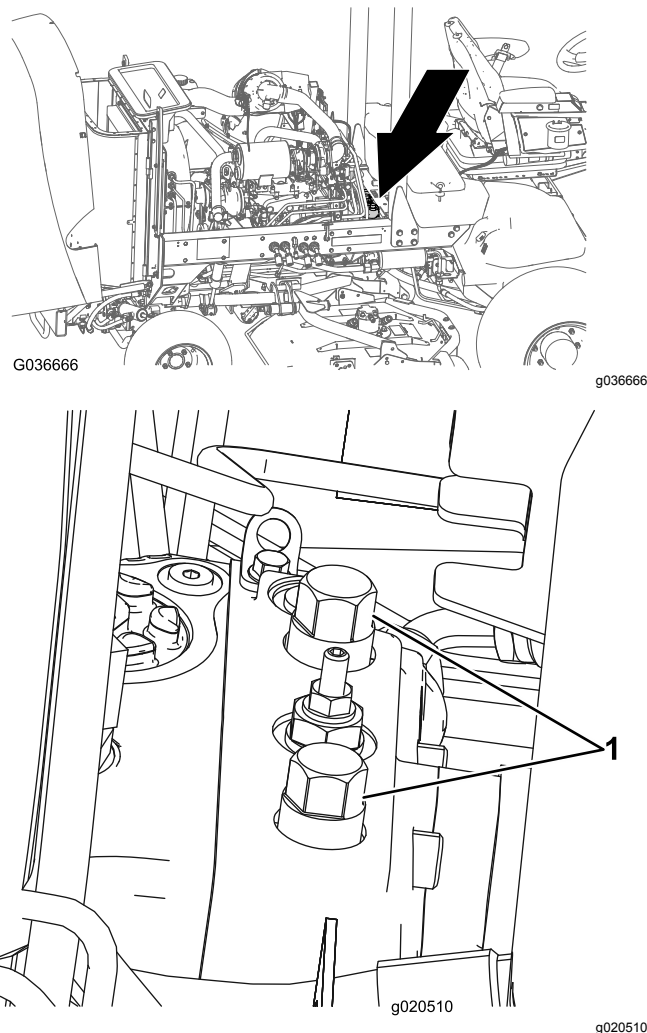

図 50
- フードを開け、バッテリーボックスの後ろにあるポンプの上面についているバイパスバルブを探し出す 図 50。